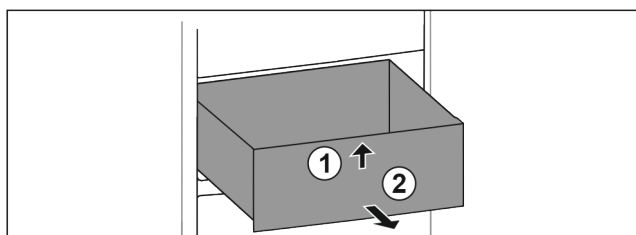

Fig. 93
- ▶ 抬起抽屉前部。Fig. 93 (1)
- ▶ 朝前取出抽屉。Fig. 93 (2)